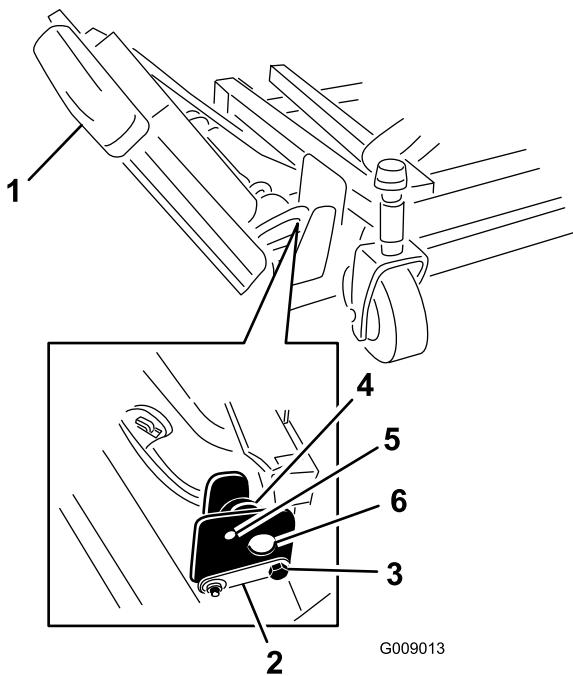

Figura 3
- Retire las tuercas que sujetan los pernos de tope delantero y trasero a los soportes de montaje de la carcasa del ala derecha (Figura 3).
- Sujetando el ala derecha, retire los pernos de tope delantero y trasero de los soportes de montaje de la carcasa (Figura 3).